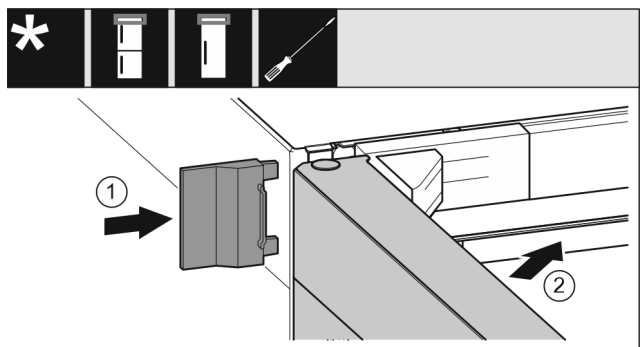

Fig. 23
- Skjut på det yttre skyddet Fig. 23 (1).
- Stäng den övre dörren Fig. 23 (2).